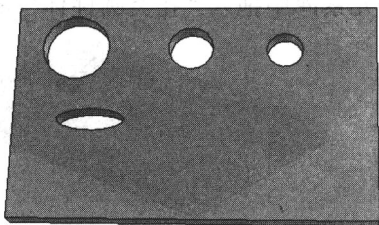

图 1-17 绘制孔类椭圆柱
Step10 绘制孔类椭圆柱。从“图素”设计元素库中拖入“孔类椭圆柱”元素，放置于厚板的合适位置；右击包围盒的任意一个手柄，在弹出的快捷菜单中选择“编辑包围盒”选项，弹出“编辑包围盒”对话框；设置“长度”为 15、“宽度”为 5、“高度”为 5，单击“确定”按钮，得到的孔类椭圆柱如图 1-17 所示。